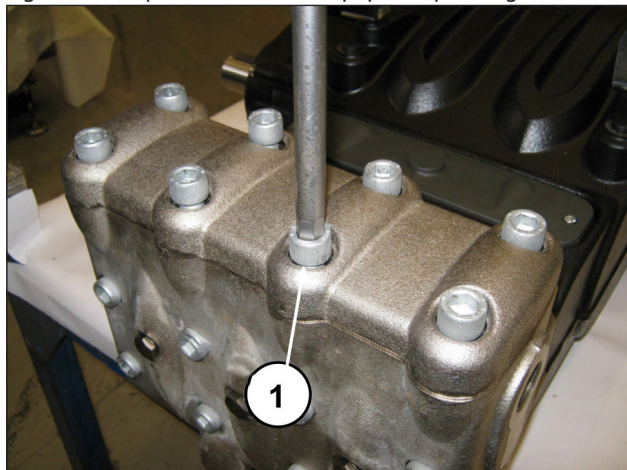
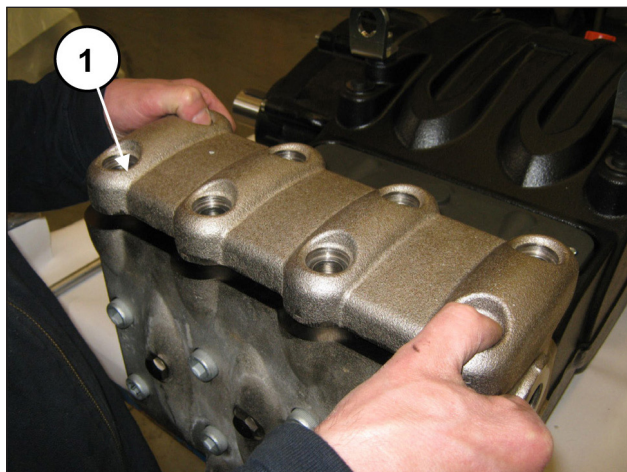

Fig. 100
Fig. 101
Dévisser les 8 vis M16x55 du couvre-soupapes (rep. ①, Fig. 100) et déposer le couvre-soupapes (rep. ①, Fig. 101).